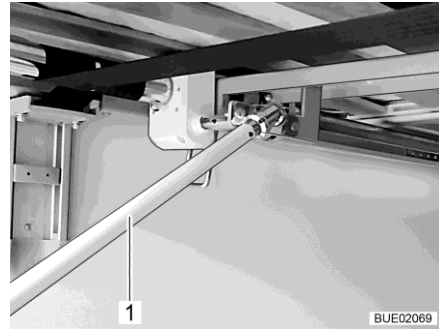

Fig. 133 Manivela en el garaje trasero
- Para subir la cama: girar la manivela (Fig. 133,1) en sentido de las agujas del reloj.
Para bajar la cama: girar la manivela (Fig. 133,1) en sentido contrario a las agujas del reloj.